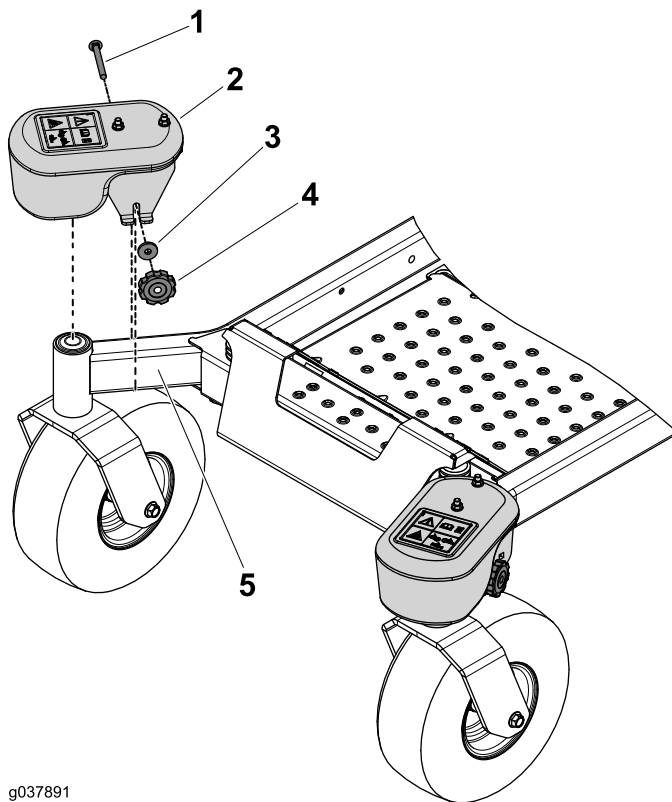

Figura 9
- Utilizzate la manopola, la rondella e il bullone a testa tonda ($\frac{3}{8}$ " x $3\frac{1}{2}$ ") per fissare una zavorra delle ruote orientabili su ciascun braccio orientabile (Figura 9).